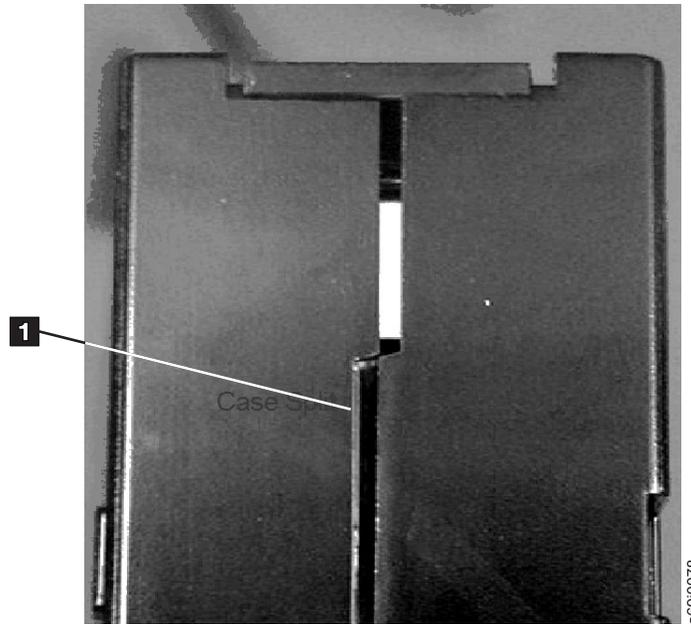
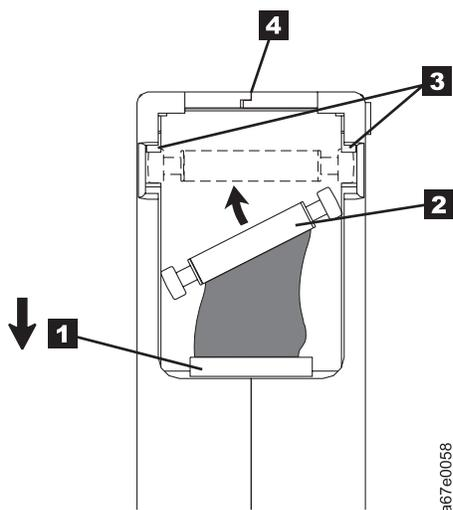

Рисунок 8-7. Осмотр стыков корпуса кассеты
Рисунок 8-9. Установка штифта на место. Открытая шторка кассеты позволяет видеть штифт.
- Осмотрите заднюю часть кассеты (которая первой загружается в отсек накопителя) и убедитесь, что в стыках корпуса нет зазоров (**1** в рис. 8-7 на стр. 8-11 и **4** на рис. 8-9 на стр. 8-13). Если зазоры есть (см. рис. 8-7 на стр. 8-11), то направляющий штифт может быть смещен. Перейдите к разделу “Установка на место валика кассеты и прикрепление к нему ленты” на стр. 8-12.
1. Сдвиньте шторку кассеты (1 в рис. 8-9) и найдите штифт (2 в рис. 8-9) Возможно, для того чтобы пододвинуть штифт к дверце, вам придется слегка встряхнуть кассету.
2. Захватите штифт пинцетом и подведите его к пружинным зажимам (3 в разделерис. 8-9). **Не трогайте ленту.**